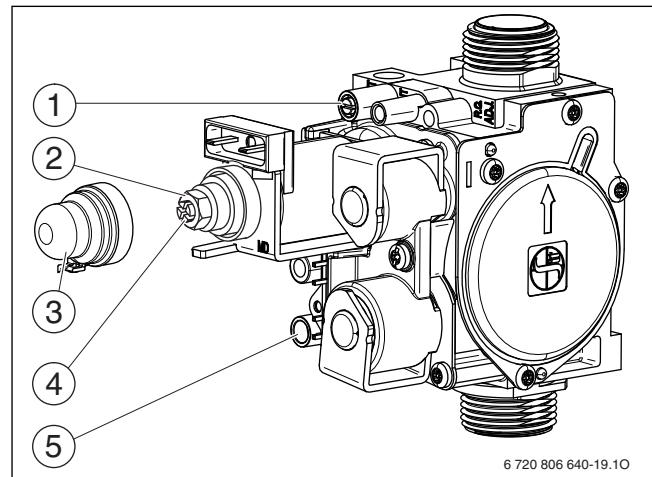

Рис. 32 Газовая арматура
- ▶ Отверните уплотнительный винт штуцера измерения давления на форсунках (→ рис. 32, [1]) и подсоедините U-образный манометр.
- ▶ Снимите крышку (→ рис. 32, [4]).
- ▶ Для «так» давление (мбар) на форсунках приведено в таблице на стр. 37. Установите давление на форсунках регулировочным винтом максимального расхода газа (→ рис. 32, [2]). Поворот направо - больше газа, поворот налево - меньше газа.
- ▶ Давление на форсунках (мбар) для положения «минимум» приведено в табл. на стр. 37. Установите давление на форсунках регулировочным винтом минимального расхода газа (→ рис. 32, [3]).
- ▶ Отверните уплотнительный винт на штуцере измерения подаваемого давления газа (→ рис. 32, [5]) и подсоедините манометр.